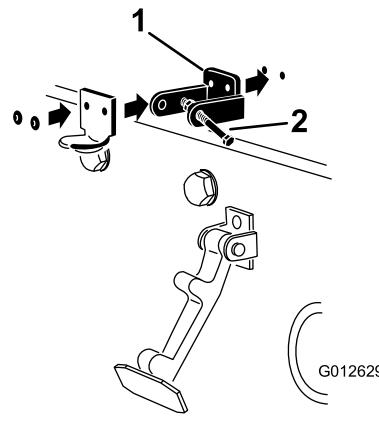

図 7
3. CE用ロックブラケットとフードラッチブラケットの取り付け穴をそろえて、フードの上に位置決める。ロック・ブラケットをフードに当てて取り付ける図7。
5. ブラケットとワッシャをフードにリベットで固定する図7。